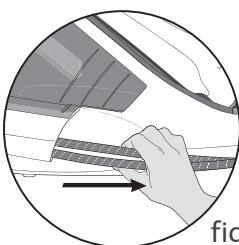

fig. 19
- Déroulez complètement le cordon électrique et sortez le cordon vapeur de son logement - fig.19.